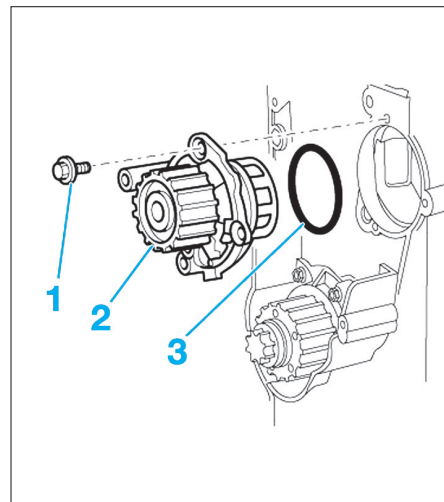

Fig. 35
- Déposer les vis de fixation (1) de la pompe à eau (2) puis déposer celle-ci et récupérer son joint torique (3) (Fig.35).